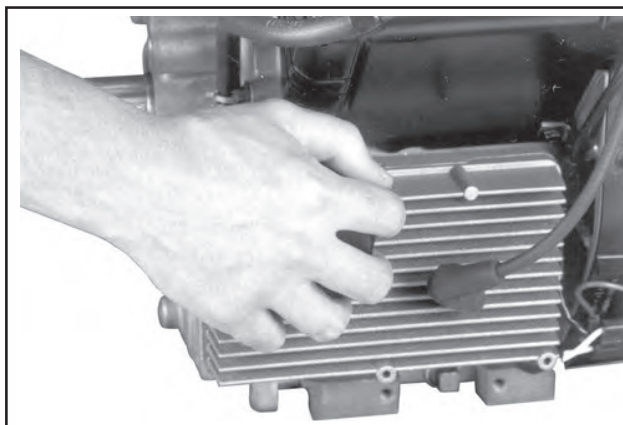

Abbildung 11-102. Manueller Anzug des Ölfilters.
3. Den Filter von Hand festziehen, bis die Gummidichtung am Adapter anliegt. Dann den Filter um eine weitere 3/4 - 1 Umdrehung anziehen. Siehe Abbildung 11-102.